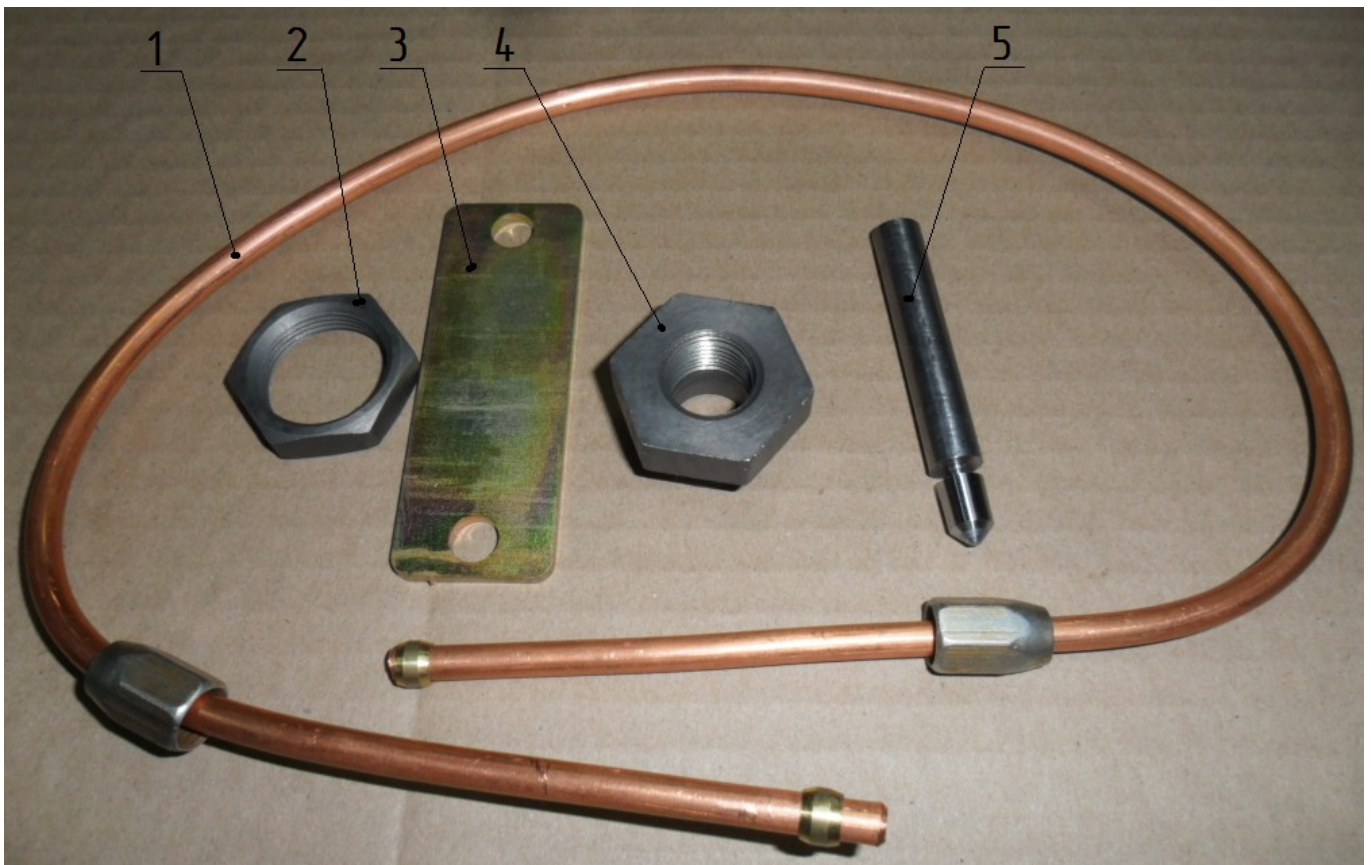

Рис.3. Оригинальные детали, входящие в комплект для установки компрессора:
3.2.1. Схема установки компрессора на двигатель приведена на Рис.2, комплект прилагаемых деталей для установки приведен на рис. 3 и 3а.
Рис.3а. Покупные детали, входящие в комплект для установки компрессора: